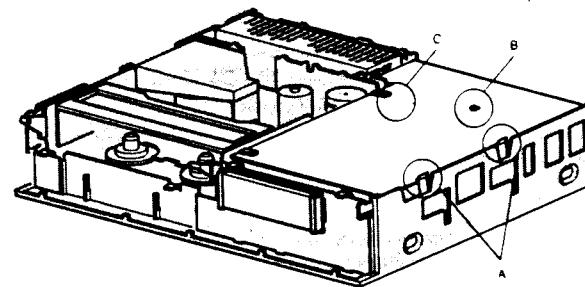

Fig. 2-7
- Die Einschnappkonstruktionen A und B (siehe Bild 2-7) entriegeln und den JFB in die Servicestellung bringen.